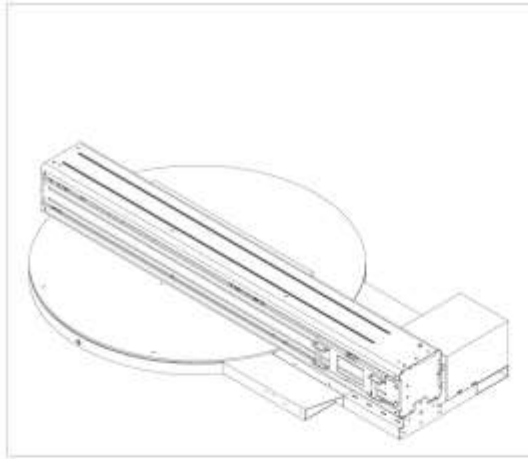

FIG 2-9
1. С помощью крана или вилочного автопогрузчика выньте машину из упаковки и разместите ее в горизонтальном положении в месте назначения. См.. Рис. 2-9 и Рис. 2-10.